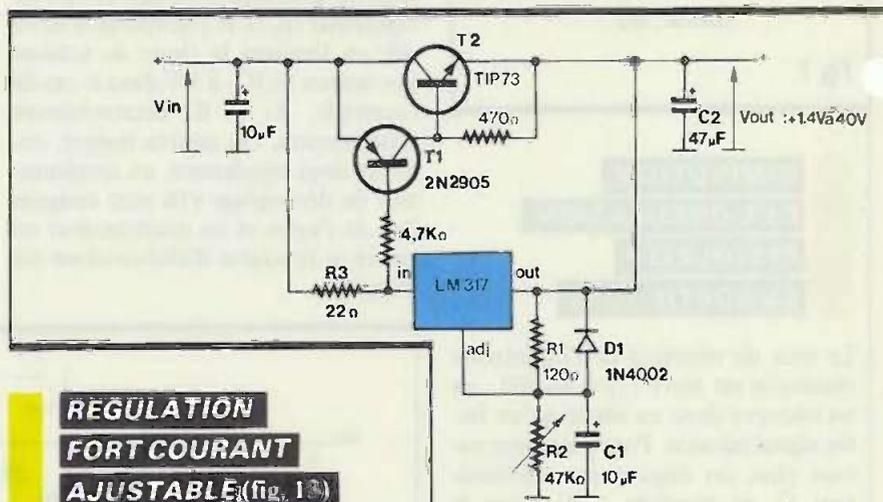

Fig. 13
**REGULATION FORT COURANT AJUSTABLE (fig. 13)**